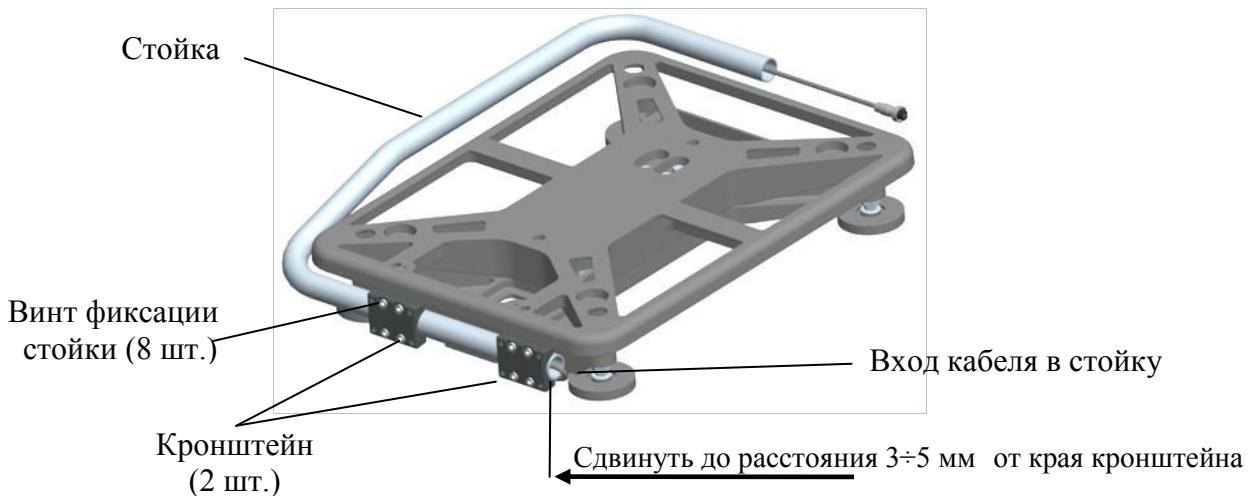

Рисунок 2 – Установка круглой вращающейся стойки
3.2.1.2 Сдвиньте стойку в направлении, указанном стрелкой, обеспечив $3 \div 5$ мм от края стойки до края кронштейна (см. рис. 2).